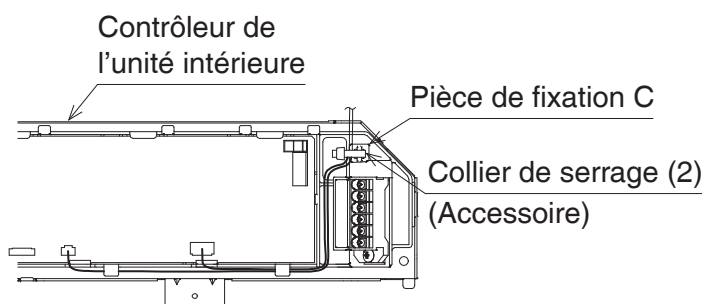

Figure 20
5. Fixez les faisceaux avec relais (3) et le fil de signal (gris) à la pièce de fixation C à l'intérieur du contrôleur de l'unité intérieure à l'aide de pinces (2). (Reportez-vous à la **Figure 20**.)